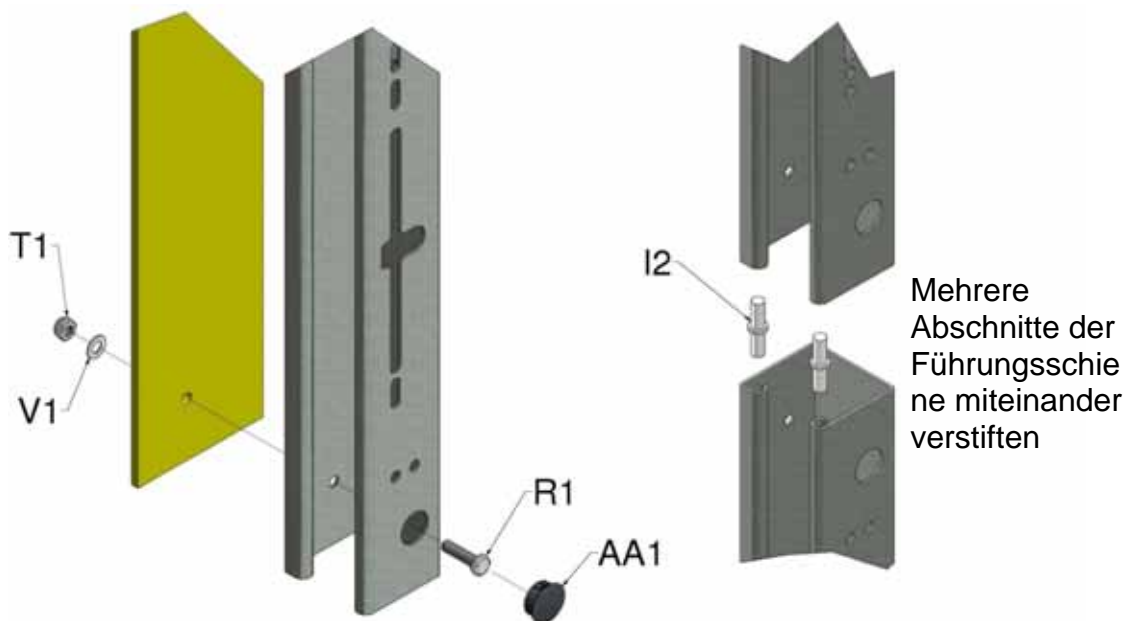

Abbildung 11: Verschrauben der Führungsschiene und Anfügen der Führungsschiene an der Wand
10. Führungsschienen wie in Abbildung 11 gezeigt über die vorgestanzten Löcher mit den M8 Schrauben am Gebäude befestigen (bei einem Mittenabstand von 100 cm). Wenn die Schienen in Teillängen geliefert werden, die einzelnen Abschnitte mit den mitgelieferten Verbindungsstiften (I2) ausrichten (Abbildung 11).